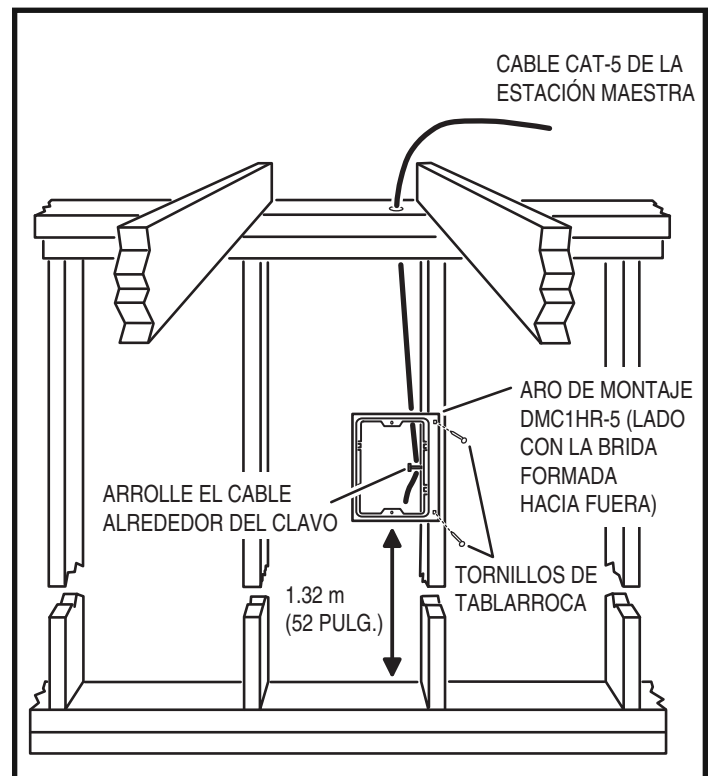

Figura 6. Tendido de estación de habitación
1. En cada sitio de instalación de estación, fije con clavos o tornillos un Aro de tendido de estación de habitación Modelo dmc1HR-5 aproximadamente 1.32 m (52 pulgadas) por arriba del nivel del piso (ver la Figura 6).